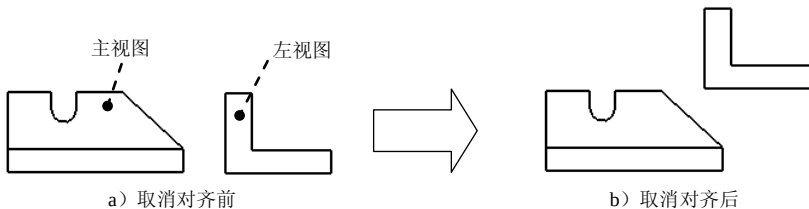

图 3.8.48 取消对齐视图
2. 取消投影视图与其父项视图的对齐关系的效果如图 3.8.48 所示, 创建操作步骤如下: